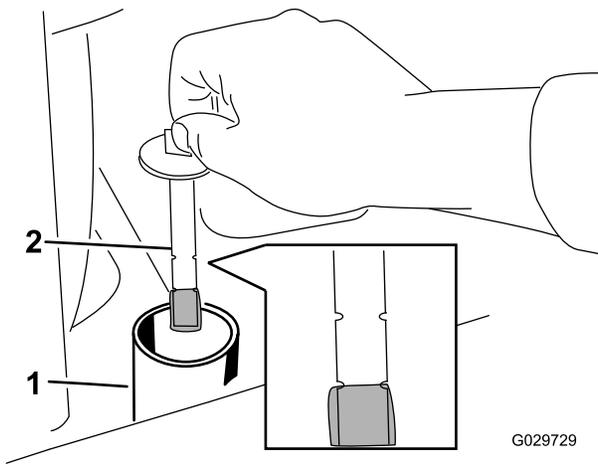

Figura 67
6. Togliete il tappo del serbatoio idraulico e l'asta di livello (Figura 67).